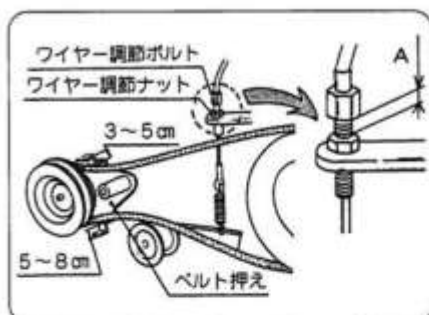

図30
- ① ワイヤ調整ナットをゆるめてください。(図30)
- ② ワイヤ調整ボルトを上にしてA寸法を長くしてください。(図30)